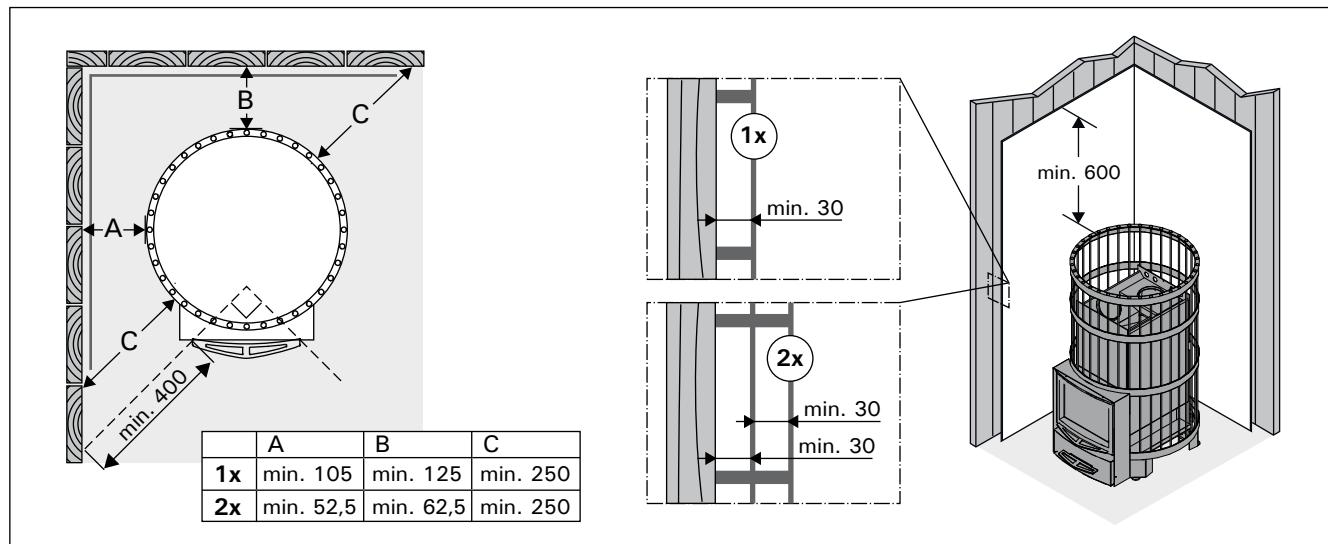

Рисунок 9. Защитные покрытия (все размеры приведены в миллиметрах)
- Одинарное защитное покрытие (рисунок 9: 1x) допускается изготавливать из негорючих плит из фибролития (минеральная плита) с минимальной толщиной 7 мм или листового металла толщиной не менее 1 мм.
- Двойное защитное покрытие (рисунок 9: 2x) можно изготовить из двух плит, указанных выше.